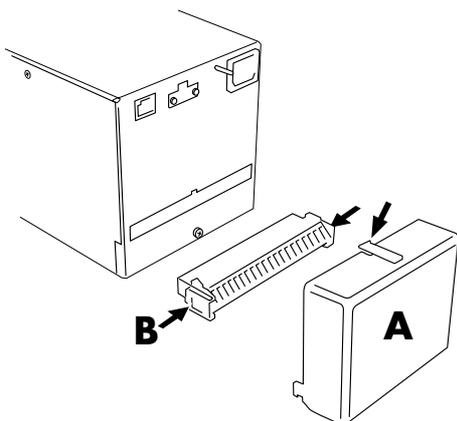

Abbildung B3.2a Klemmenabdeckung und Klemmenleiste entfernen
2. Entfernen Sie durch Runterdrücken und Ziehen die rückseitige Klemmenabdeckung (A). Entfernen Sie dann die Klemmenleiste indem Sie die seitlichen Befestigungsklammern (B) drücken und nach vorne ziehen (siehe Abbildung B3.2a).